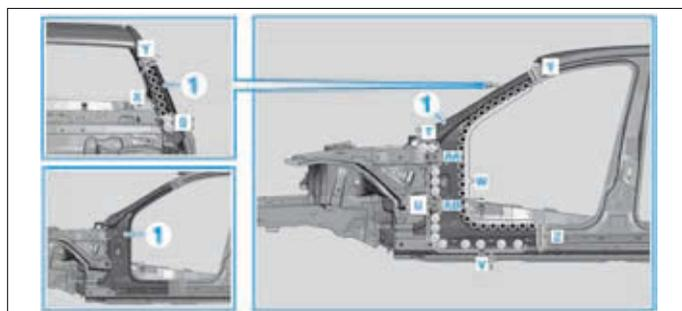

FIG. 71
- Chanfreiner les trous de rivet dans la zone (S).
- Tailler des deux côtés les trous de rivet sur le renfort du montant A (1).
- Poser le panneau extérieur du montant A (1), l'ajuster et le fixer (Fig.71).
- Riveter le panneau extérieur du montant A (1) avec un rivet de Ø 6,4 mm dans les zones (T, U, S et V).